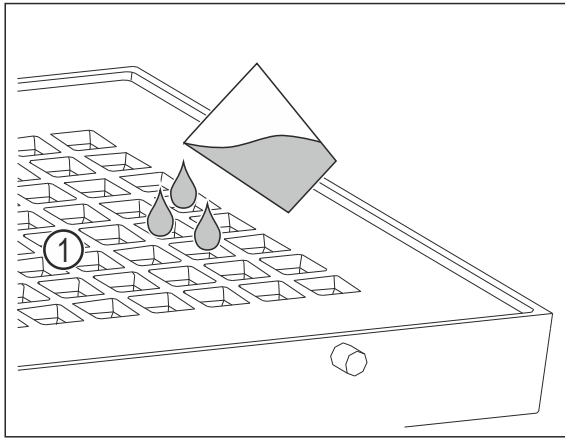

Fig. 103
- Riempire un massimo di 400 ml di acqua attraverso i fori Fig. 103 (1) nella copertura.